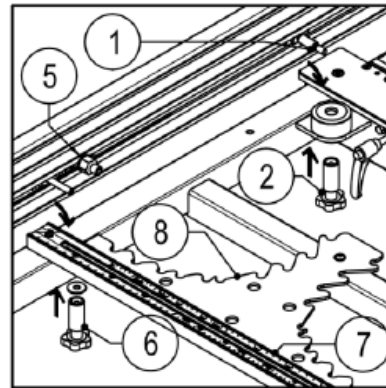

Bild. 18B
För att placera kaphållet på kapbordet, måste du placera anhållet med höger gångjärnsstift (1) i hålet på framsidan av bordet (fig. 18B). Placera nu klämskruven (2). Skjut anhållet bakåt tills stoppbulten (3) sitter ordentligt i den bakre stödpunkten (4) och stoppbulten (5) i stödpunkt. Dessa stödpunkter fungerar också som ett 90 ° stopp. Stödpunkten (4) är inställd fast, den kan justeras om så önskas, men det tjänar inte till att justera anhållets raket, detta görs med 4 justeringsbultar (fig 17, 2), men för att justera den bakre fästpunkten utan spel. Anhållet kan används i två lägen, fram eller bak och i en vinkel. Alla fästpunkter är fabriksinställda. Det finns ett indexsystem för anhållet. Detta gör att du kan säga exakt i en vinkel och ha en korrekt längdavläsning på anhållet. Lossa de 3 fästskruvarna löst, tryck in stoppbalken framåt så att den är fri från stödpunkten (4). Nu kan anhållet flyttas i en vinkel. Vinkeln kan avläsas på mätskalan (7). Dra nu anhållet bakåt tills stoppet (5) faller i en av skårorna på indexplattan (8). Nu är du säker på vinkel och längd. Nu kan spännskruvarna (2 och 6) fästas igen.